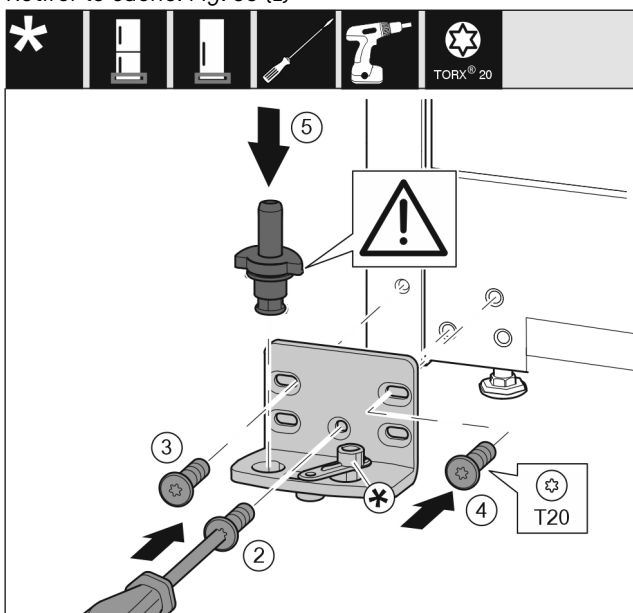

Fig. 36
- Poser le support de palier de l'autre côté et le visser à l'aide d'un tournevis T20. Commencer par la vis 2 en bas au milieu. *Fig. 36 (2)*
- Visser les vis 3 et 4. *Fig. 36 (3,4)*
- Mettre en place l'axe de palier complet. Veiller à ce que l'ergot d'enclenchement soit orienté en arrière. *Fig. 36 (5)*
- Poser le support de palier de l'autre côté et le visser à l'aide d'un tournevis T20. Commencer par la vis 2 en bas au milieu. (2)
- Tourner le joint amortisseur de fermeture de 180°. La visser de l'autre côté du support de palier avec un tournevis T20. (5)
- Mettre en place l'axe de palier complet. Veiller à ce que l'ergot d'enclenchement soit orienté en arrière. (6)